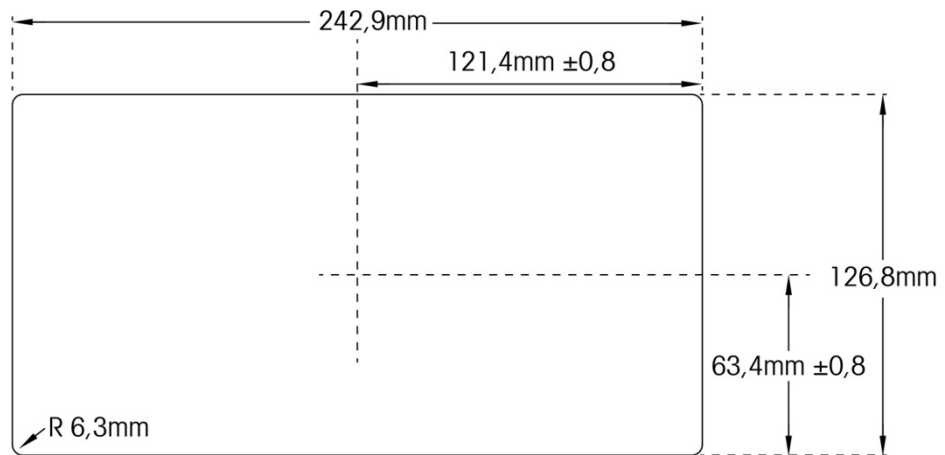

Figura 2-10: Dimensiones del recorte del panel
- Haga una abertura en el panel o caja industrial según las dimensiones del recorte del panel mostradas en pulgadas y [mm] en la Figura 2-10.